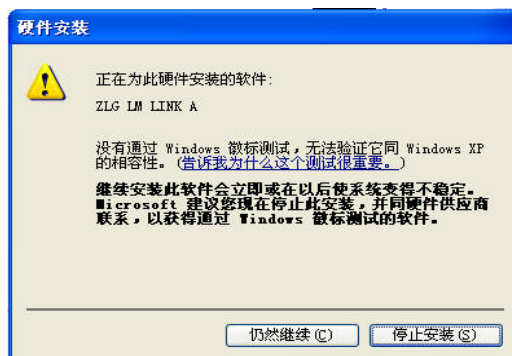

图 1.9 硬件安装过程中出现的窗口
3. 点击“下一步”进行安装，安装过程中将出现如图 1.9 所示的窗口，选择“仍然继续”就可以了。